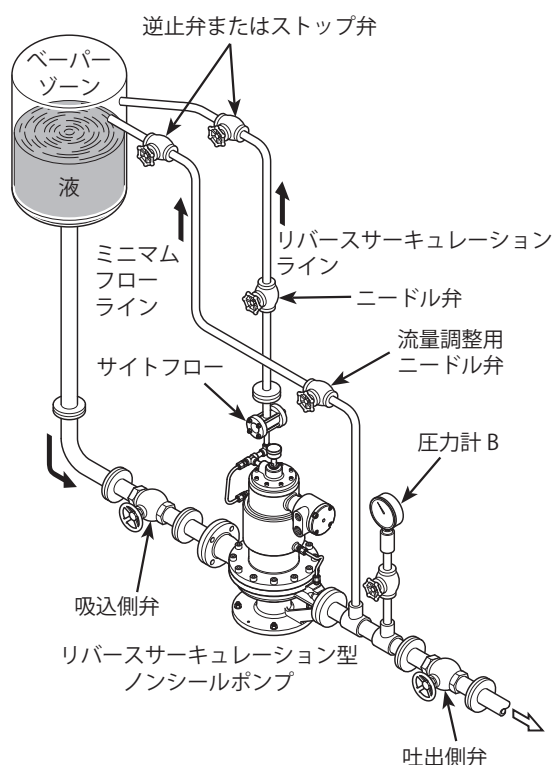

図2-5 取扱液でモータを冷す場合のリバースサーキュレーション
- (1) 図2-5に一般的なリバースサーキュレーションラインの例を示してあります。
運転用スイッチは必ず電磁開閉器を用いてください。これは電磁開閉器による過負荷保護のためだけでなく、図2-5のサーモスタット回路を電磁開閉器の励磁コイルに直列につないでモータを保護するために必要です。また、地絡した場合の安全回路も設けてください。故障や火災の原因になります。